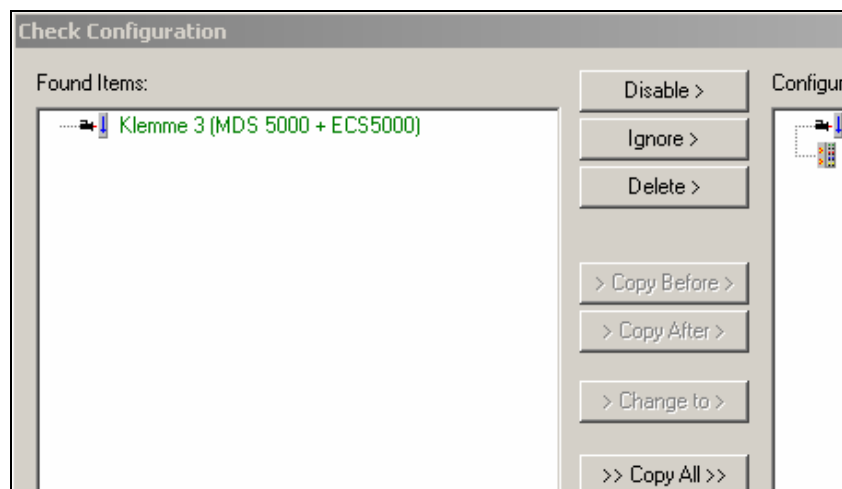

Abbildung 11-4 Dialog „Check Configuration“
- Es wird das vorher zusammengesteckte EtherCAT Netzwerk untersucht und im Dialog „Check Configuration“ angezeigt (Abbildung 11-4). Wurde dasselbe EtherCAT-Netzwerk bereits ein Mal gescannt und übernommen, erscheint die Meldung „Konfiguration ist identisch“.
14. Betätigen Sie im Dialog aus Abbildung 11-4 auf die Schaltfläche „Copy All“ und beenden Sie den Dialog, indem Sie auf die Schaltfläche „OK“ klicken.